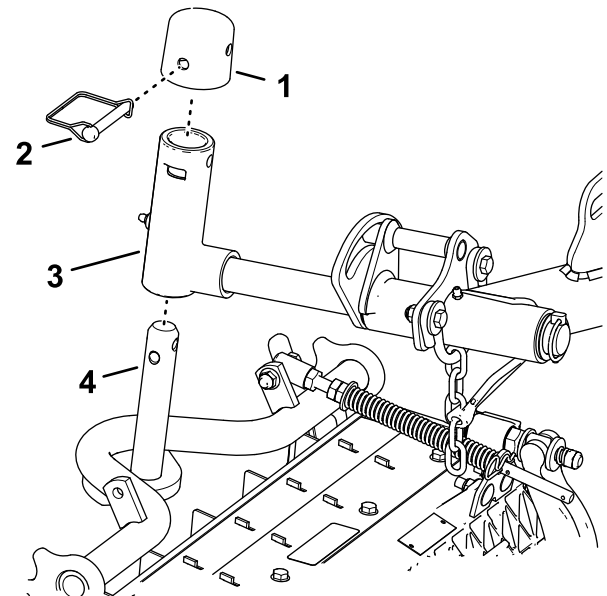

Figura 24
1. Deslize a unidade de corte sob o braço de elevação (Figura 24).
Bloqueio da articulação da unidade de corte para cortar relva numa encosta—Bloqueie as articulações da unidade de corte para evitar que as unidades de corte rodem para baixo ao cortar a encosta de uma colina. Utilize o furo no eixo da articulação do braço de elevação (Figura 24) para bloquear a unidade de corte. Utilize a ranhura para uma unidade de corte de direção.